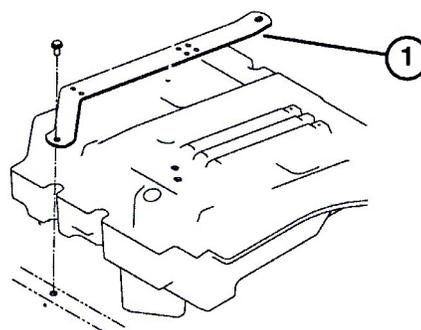

図4
1. 機体にシート・ストラップを固定しているキャップスクリューを外す (図4)。